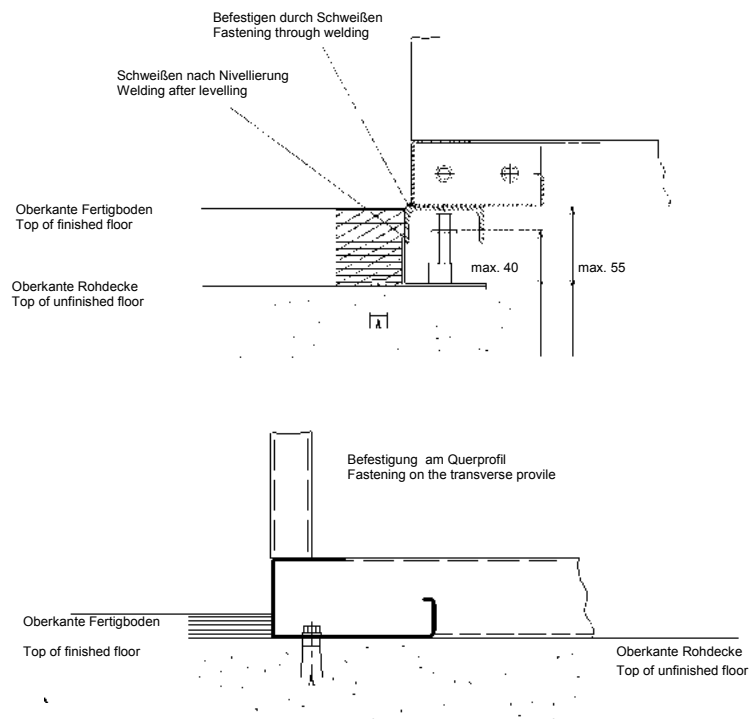

Abb. 39, 40 / Fig. 39, 40
- Die Nivellierung der Fundamentrahmen kann z. B. mit einstellbaren PRESTOJACK-Nivellierspindeln (siehe Abb. 39) erfolgen.
Die Schaltanlagen werden bei Aufstellung mit den Fundamentrahmen verschweißt oder verschraubt (siehe Abb. 39).
- The levelling of base frames can be performed e.g. with PRESTOJACK levelling spindles (see fig. 39).
During erection the switchgear is welded or screwed to the base frame (see fig. 39).